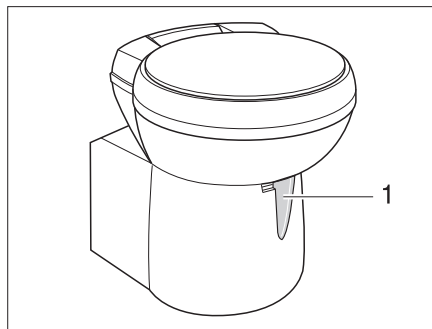

Bild 272 Thetford-Toilettenschüssel, schwenkbar
- Vor dem Spülen den Schieber der Thetford-Toilette öffnen. Dazu den Schieberhebel (Bild 272,1) entgegen dem Uhrzeigersinn schieben.